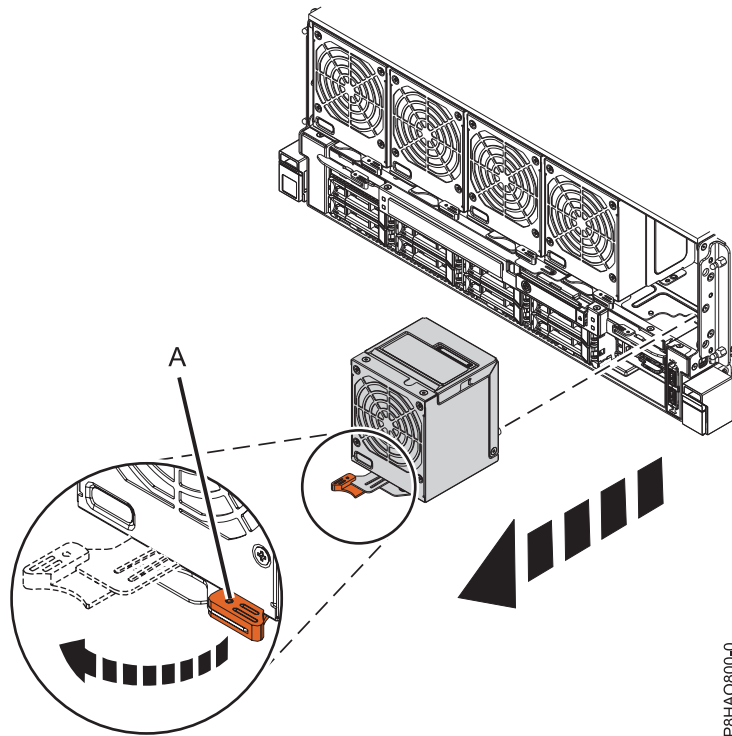

Abbildung 7. Vorderen Lüfter ausbauen
1. Drehen Sie den Lüftergriff (A) in die in Abb. 7 auf Seite 8 gezeigte Richtung, um den Lüfter im Schacht zu entriegeln.